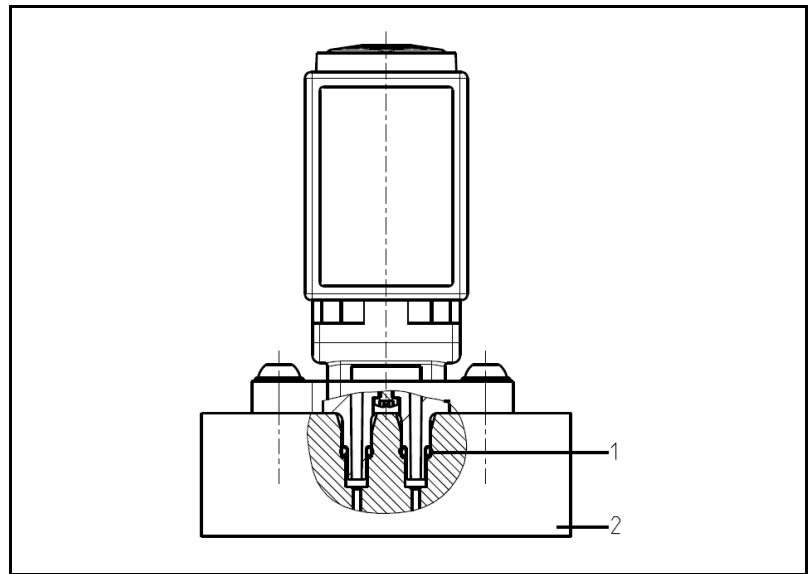

Fig. 5: Montagezeichnung
- Die Pumpe wird analog der Montagezeichnung (Fig. 5) auf dem Flansch (2) montiert und mit O-Ringen (1) abgedichtet.